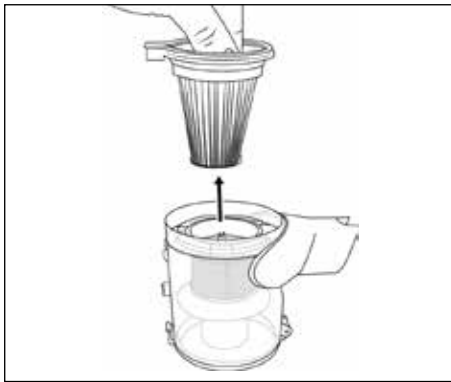

Abb. 18
- 3) Entnehmen Sie den HEPA-Filter **6** aus dem Edelstahlfilter **11**, indem Sie oben die Griffschiene des HEPA-Filters **6** greifen und diesen aus dem Edelstahlfilter **11** herausziehen (siehe Abb. 18).